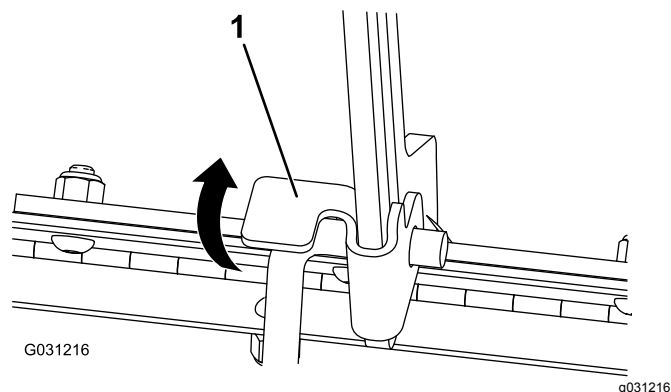

Figure 40
- Tirez la patte de fixation de la béquille (Figure 40)